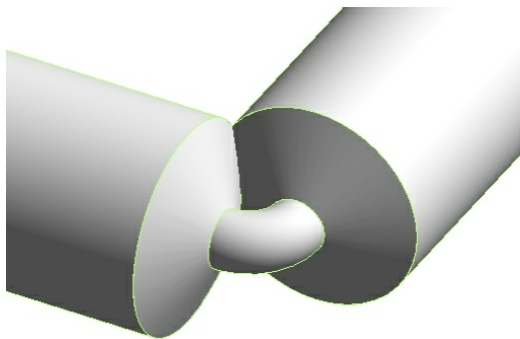

图3-63
(1) Revit MEP自身独特的查找表格功能可以满足管件族的这一特别要求，如图3-63所示。